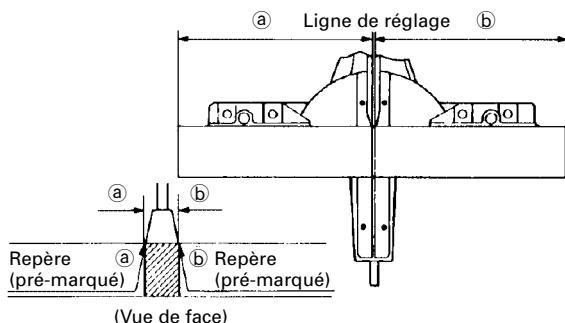

Fig. 19
- (1) Comme indiqué à la Fig. 19, la largeur de la lame est la largeur de coupe. En conséquence, glisser la pièce vers la droite (vue de la position de l'opérateur) pour obtenir la longueur (b), et sur la gauche pour obtenir la longueur (a).
- (2) Quand la lame a atteint sa vitesse maximale, abaisser doucement la poignée jusqu'à ce que la lame approche de la pièce.
- (3) Quand la lame touche la pièce, appuyer progressivement sur la poignée pour couper la pièce.
- (4) Quand la pièce est coupée à la longueur voulue, mettre l'outil électrique hors tension et attendre que la lame soit complètement arrêtée avant de relever la poignée en position complètement rentrée.